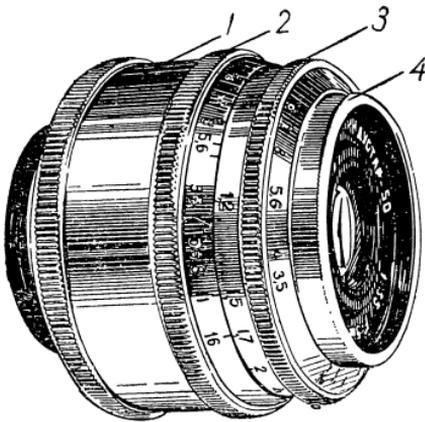
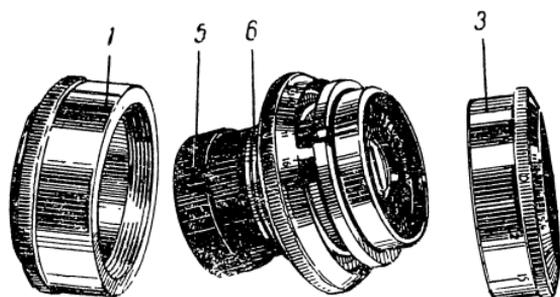

Рис. 155. Объектив «Индустар-50».
Рис. 156. Детали объектива «Индустар-50».
«Индустар-50» (рис. 155) устанавливается и на многих других аппаратах: «Зоркий-5», «Мир», «Зенит-С» и др. Он представляет собой усовершенствованную модель объектива «Индустар-22» и отличается от него тем, что имеет большую разрешающую способность.
Объективы «Индустар-50» изготавливаются в оправках двух типов: с выдвигающимся и невыдвигающимся (жестким) тубусом. «Индустар-50» с выдвигающимся тубусом не отличается от объектива «Индустар-22» (рис. 112). Конструкция объектива «Индустар-50» с невыдвижным тубусом несколько иная. Оправа состоит из поводка диафрагмы 4 (рис. 155), кольца шкалы расстояний 3, кольца шкалы глубины резкости 2 и кольца 1. При снятых кольцах 3 и 1 (рис. 156) видна многозаходная резьба 6 и дальномерное кольцо 5.
*Разборка и юстировка объектива.* Объектив прост по устройству и легко разбирается. Чтобы снять кольцо 3 (рис. 155), нужно вывинтить три установленных на нем
стопорных винта. Кольцо 1 завинчено на резьбе, но прежде чем его отвинтить, нужно вывинтить один стопорный винт. При снятых кольцах 3 и 1 (рис. 156) видно, насколько проста оправа объектива. Оправа объектива не только проста по устройству, но и надежна в работе. Однако разборка бывает необходима не только при ремонте оправы и многозаходной резьбы, но и при юстировке объектива.